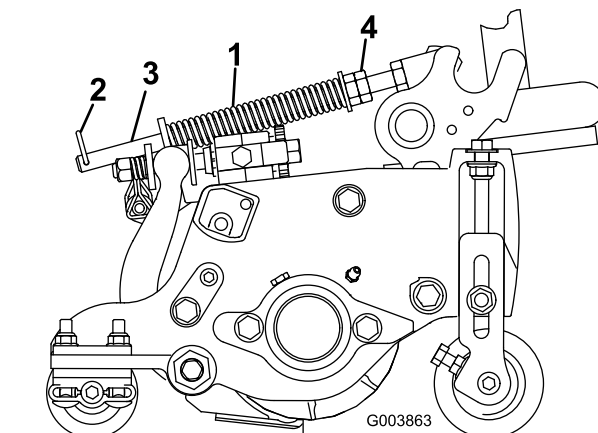

図 14
1. ヘアピンコッターがスプリングロッドの後の穴に差し込まれていることを必ず確認しておいてください(図 14)。
2. スプリングロッド前部の六角ナットを締めて、スプリング(圧縮状態)の長さが15.9 cm になるようにする(図 14)。
ターフ補正スプリング(図 14)は、前ローラから後ローラへと、カッティングユニットの体重移動を行います。(これによりユニットを安定させ、いわゆる「波打ったような」仕上がり(ボビングとかマーセリングといわれる現象)を防いでいます。